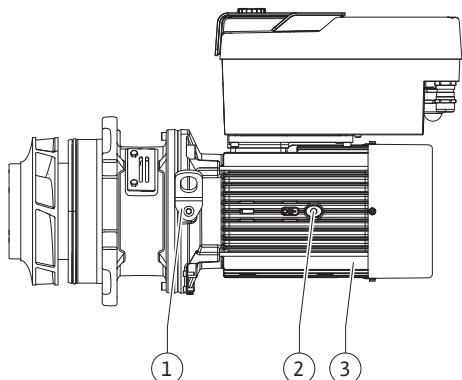

Fig. 108: Nástrčný blok
13. Zmontovanú jednotku (pozri Fig. 108) zavedte do telesa čerpadla v starej alebo inej požadovanej uhlovej polohe. Dodržiavajte pritom povolené montážne polohy komponentov (pozri kapitolu „Povolené montážne polohy a zmena usporiadania komponentov pred inštaláciou“ [► 22]).